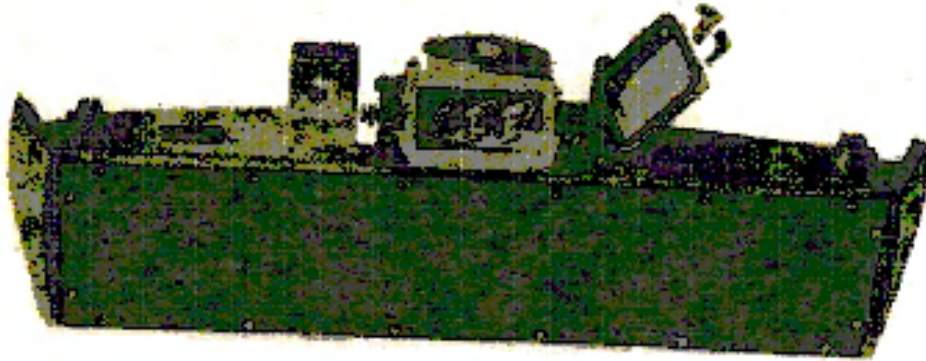

Fig. 6 Vedere generală a unui inductor de cale
La semnalele principale care fac și funcția de semnale prevestitoare se montează inductoare (fig. 6) care pot fi acordate pe frecvența de 2 000 Hz sau 1 000 Hz. După frecvența pe care sunt acordate, acestea produc influența pe locomotivă după cum s-a arătat mai sus.
1.2.1. Inductorul de cale (fig. 6)